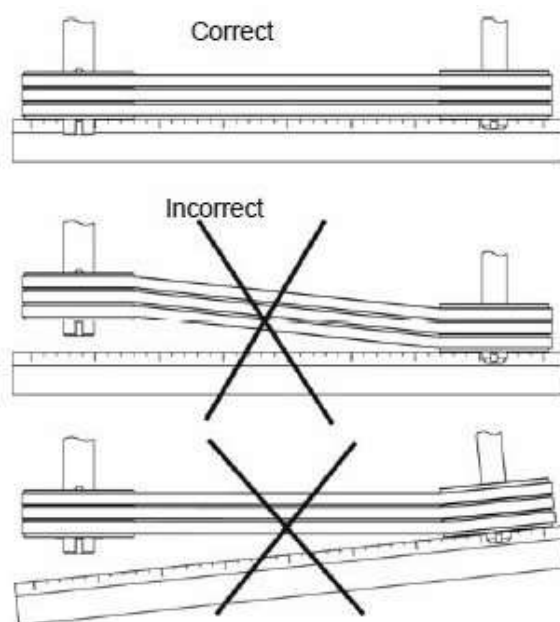

Рис.27. Установка шкивов
2. Измерить силу Р, необходимую, чтобы прогнуть ремень на S=16 мм на каждый погонный метр расстояния между осями, приблизительно посередине расстояния между осями (Рис.27).
бы один ремень выработан, следует заменять все ремни, обращая внимание, чтобы они были одинаковой длины и такого же профиля, что и профиль углублений в шкиве. Если не заменить все ремни, то новые будут нести большую нагрузку, чем старые, т.к. они короче старых. При замене ремней, следует ослабить натяжной болт плиты двигателя (Рис. 27) до такой степени, чтобы ремни можно было снять и заложить на шкивы вручную, без усилий. Ни в коем случае нельзя натягивать ремни с усилием при помощи отвертки или какого-либо другого предмета. При замене ремня следует проверить, не износились ли поверхности и канавки шкивов. Новые ремни следует натянуть таким образом, чтобы требуемая сила P (Рис. 25) как можно больше совпадала со значением P , указанным в Таблице 19.
5. правильно установить ременные шкивы (Рис. 27)